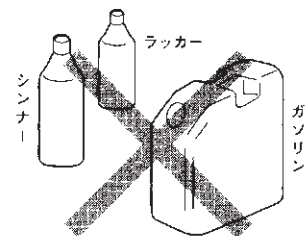

図2
- 引火性の液体の近くや、ガスなど爆発性の雰囲気での作業は絶対にしないでください。(図2)